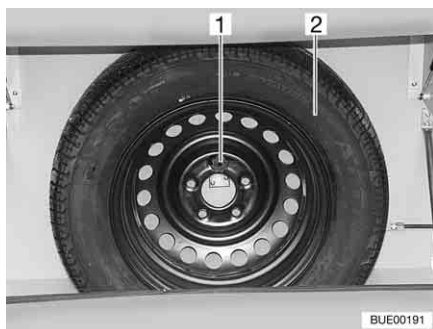

Fig. 221 Etrier de roue de secours
L'étrier de roue de secours est monté dans le coffre à gaz. La roue de secours (Fig. 221,2) est disponible moyennant supplément.
- Desserrer la vis (Fig. 221,1).
- Déposer la roue de secours (Fig. 221,2).